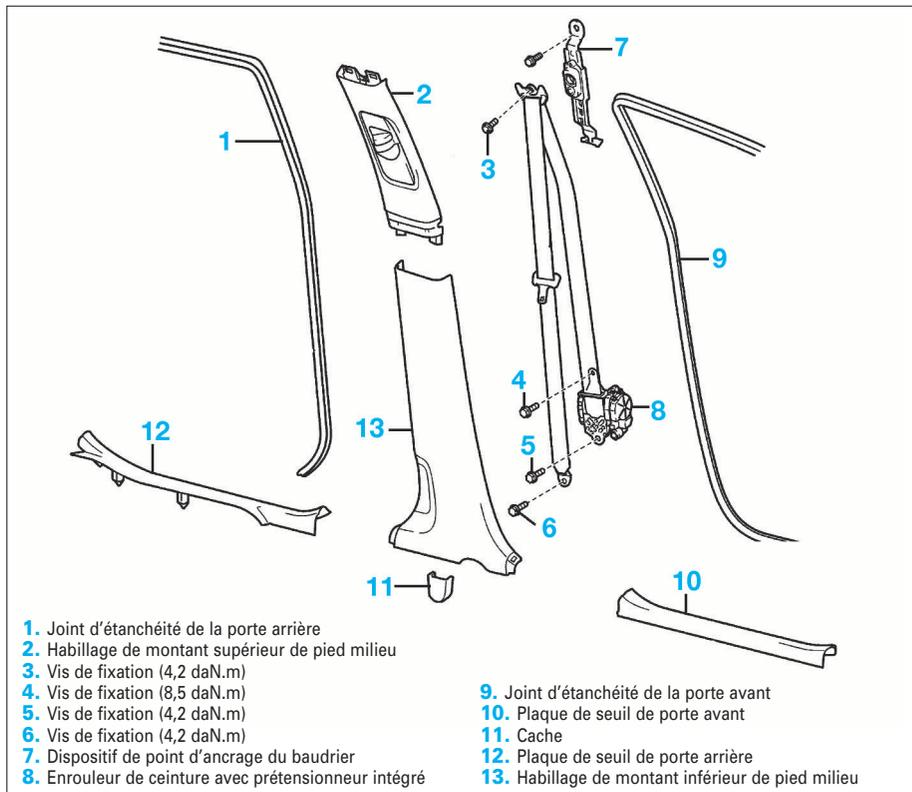

FIG. 17
- Déposer la plaque de seuil de la porte avant (10) (fig. 17).